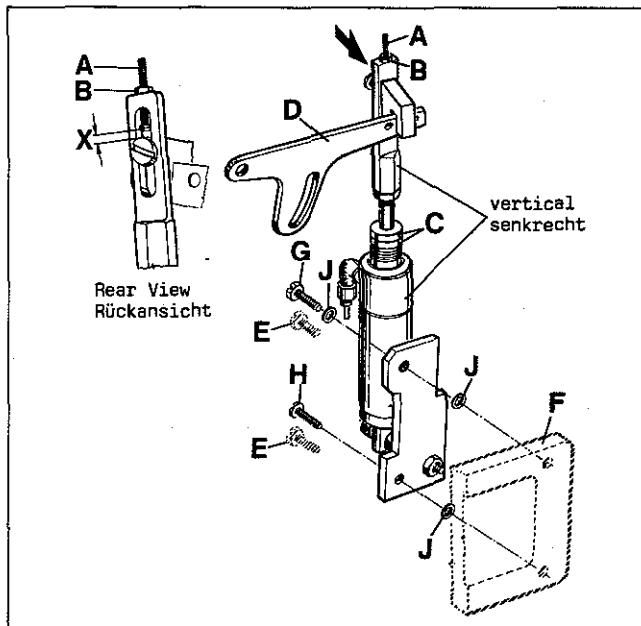

Fig. 46
Assemble the pneumatic presser foot lifter, supplied with the sewing table, to the sewing machine (see Fig. 46). For this remove two hex. head screws (E) from the support bracket (F) for the thread trimmer drive. Mount the presser foot lifter with the two screws (G and H, Fig. 46) and three washers (J) so that the air cylinder with strap is vertical (standard setting). Complete the tube connections, see Fig. 3.
Bauen Sie den mit dem Nähtisch gelieferten pneumatischen Drückerfußlifter an die Nähmaschine (siehe Fig. 46). Dazu müssen zwei Sechskantschrauben (E) aus dem Lagerbock (F) für den Fadenabschneider-Antrieb entfernt werden.
Montieren Sie den Drückerfußlifter mit den zwei Schrauben (G und H, Fig. 46) und den drei Scheiben (J) so, daß der Luftzylinder mit Lasche senkrecht steht (Standardeinstellung). Stellen Sie die Schlauchverbindungen her, siehe Fig. 3.
With adjusting screw (A, Fig. 46) the presser foot lifting can be changed. Loosen lock nut (B) and turn adjusting screw (A) down to increase the presser foot lifting or up to decrease it. Retighten lock nut (B).
The end play (X, Fig. 46) of presser foot lifter lever (D) should be at least 1 mm (3/64 in.) before the presser foot starts lifting.
Mit der Einstellschraube (A, Fig. 46) kann das Anheben des Drückerfußes verändert werden. Lösen Sie die Feststellmutter (B) und drehen Sie die Einstellschraube (A) nach unten um das Anheben des Drückerfußes zu vergrößern oder nach oben, um es zu verkleinern. Ziehen Sie die Feststellmutter (B) wieder an.
Der Ausbau eines oder beider Anschlagringe (C) ist erforderlich, wenn der Drückerfuß mehr als 2 mm angehoben wird. Das Spiel (X, Fig. 46) des Drückerfußlifterhebels (D) muß mindestens 1 mm betragen bevor der Drückerfuß anzuheben beginnt.